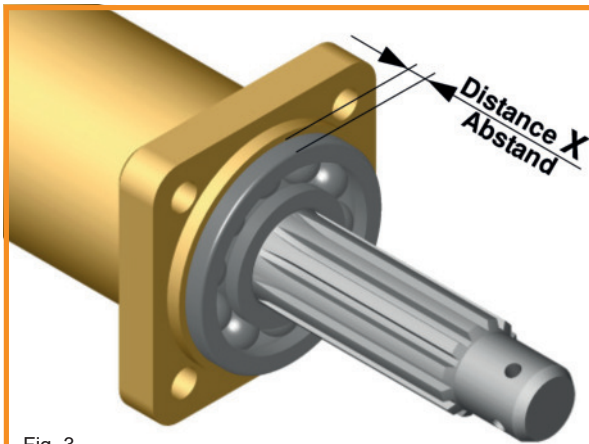

Fig. 3
- 1. Check the wheel bearing carrier type. Please measure distance X, as shown in Fig. 3.
- 1. Überprüfen Sie, wie in Fig. 3 gezeigt, den Abstand X bei korrekt montiertem Radlager.